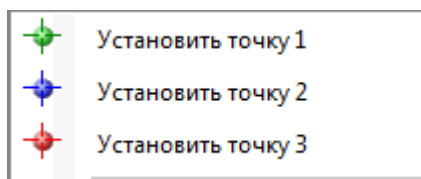

Рис. 2.98
- графически: наведя курсор на нужные узлы и щелкнув правой кнопкой мыши (рис. 2.98).